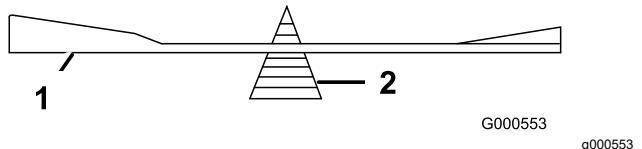

Figure 97
2. Vérifiez l'équilibre de la lame en la plaçant sur un équilibrEUR (Figure 97).